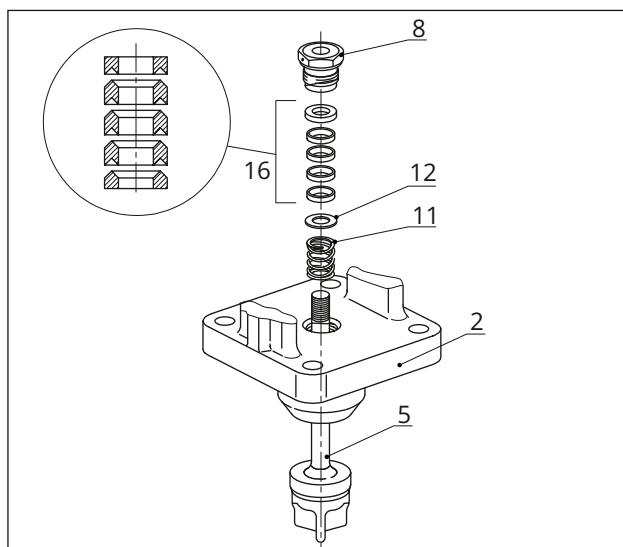

Рис. 26: Набивка сальника стандартная
10. Установите фланец (2) на корпус.
11. Аккуратно продвиньте детали сальниковой набивки при помощи соответствующего инструмента по штоку плунжера в уплотнительное пространство. При этом обращайте внимание на правильный порядок расположения деталей, см. Рис. 26.
12. Плотно вставьте плунжер (5) в седло (4). При этом закрепите фланец (2) с помощью гаек корпуса (14). Последовательно затяните гайки крест-накрест. Соблюдайте моменты затяжки.
13. Вверните и затяните резьбовую втулку (8). Соблюдайте моменты затяжки.
14. Навинтите, не закрепляя, контргайку (10) и соединительную муфту (9) на шток плунжера.
9. Аккуратно продвиньте детали сальниковой набивки при помощи соответствующего инструмента по удлинителю штока плунжера в уплотнительное пространство. При этом обращайте внимание на правильный порядок расположения деталей, см. Рис. 26.
10. Закрепите верхнюю часть клапана винтами (32) и гайками (33). Соблюдайте моменты затяжки.
11. Вверните и затяните резьбовую втулку (8). Соблюдайте моменты затяжки.
12. Навинтите, не закрепляя, контргайку (10) и соединительную муфту (9) на шток плунжера.